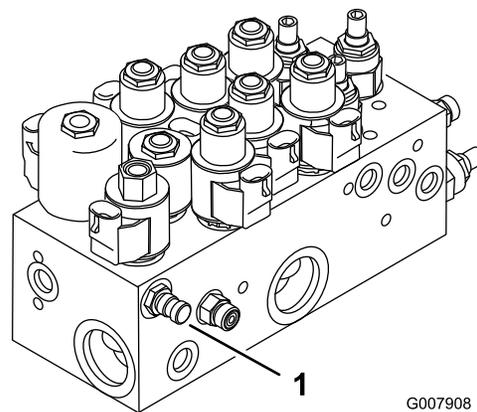
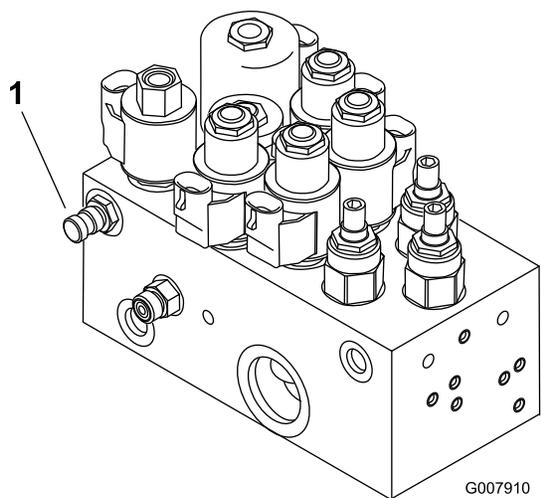

Figura 77
Figura 78
1. Il foro diagnostico A (Figura 77 e Figura 78) agevola la diagnostica del circuito idraulico degli elementi di taglio posteriori.